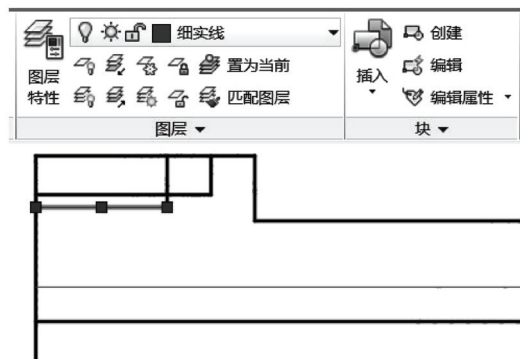

图 8-97 选择要修改的线段
22) 更改选定线段的所在图层。选择图 8-97 所示的线段, 并将其所在的图层设置为“细实线”。